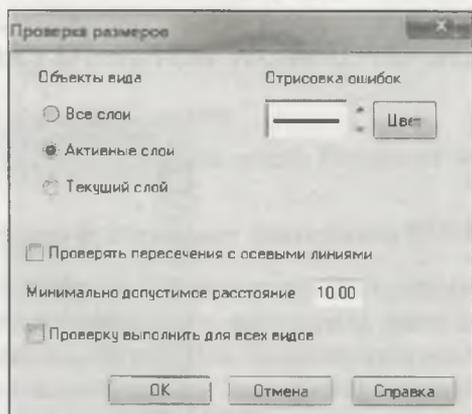

Рис. 30.6. Окно Проверка размеров
- ◆ выделите команду  — **Проверка размеров**. Появляется диалоговое окно **Проверка размеров** (рис. 30.6). Элементы управления диалога позволяют задать условия проверки. Поставьте "галочки" в окнах **Проверять пересечения с осевыми линиями** и **Проверку выполнить для всех видов** и нажмите кнопку **ОК**. Если нет замечаний, то система выведет на экран сообщение, что проверка завершена и ошибок нет. Для отображения ошибок формируется специальный слой **Ошибки размерных цепей**. В этом слое место ошибки выделяются окружностью со стилем *Ошибки* и пояснительной надписью со стилем *Ошибки* (рис. 30.7). Самостоятельно проведите данную операцию для всех команд.